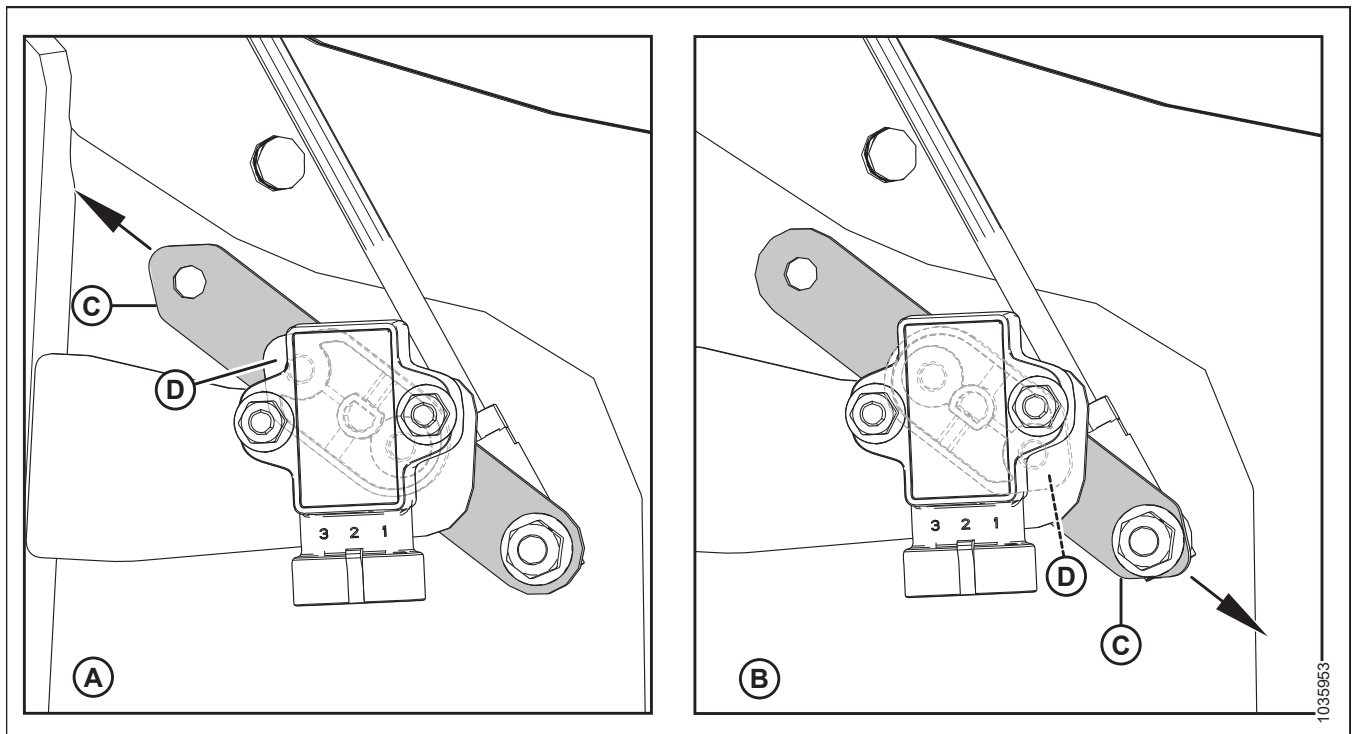

Рисунок 3.213: Конфігурації важеля/вказівника датчика
- Перевірте правильність конфігурації важеля (С) і вказівника датчика (D) для вашої машини. Для цього див. рис. 3.213, стор. 175.